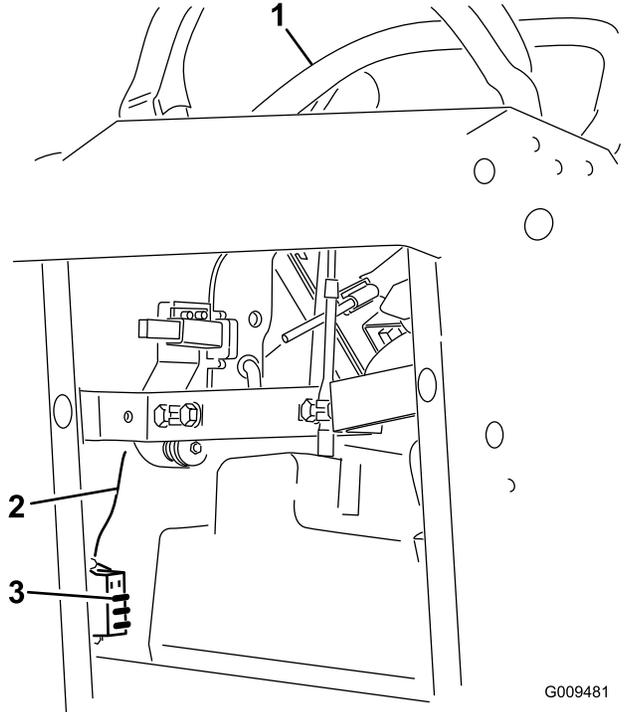

Figure 52
2. Tirez le fusible pour le sortir ou le remplacer (Figure 52).
**Remarque:** Veillez à utiliser un fusible du bon calibre avec le fil de la couleur appropriée, comme illustré à la Figure 52